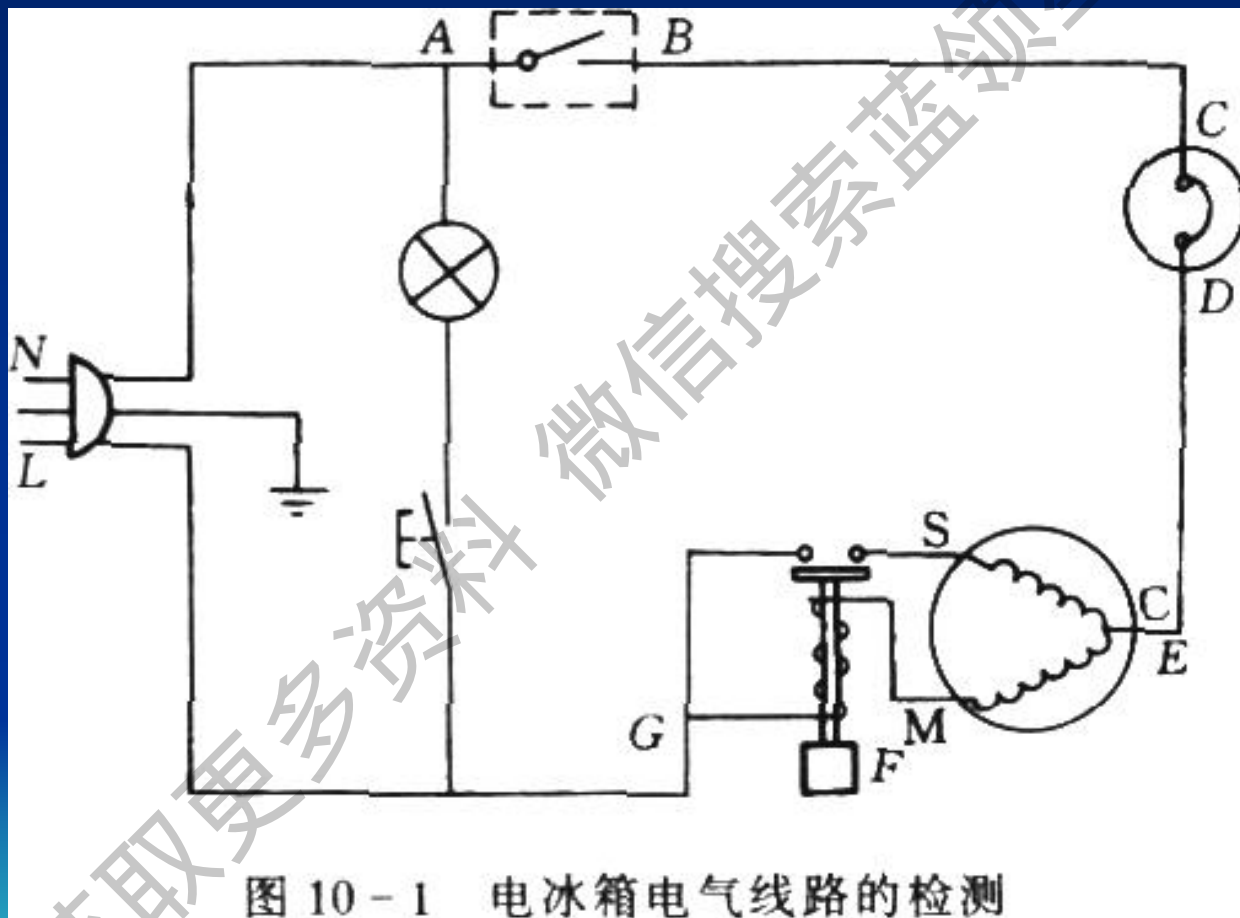

图 10 - 1 电冰箱电气线路的检测
我们以图10—1所示的电冰箱电路图为例，来说明检测的方法。
① 压缩机三个接线端：多为阻抗分相式电机或电容分相式电机。电机的三根引出线为：公共端C；运行绕组引出线M；起动绕组引出线S(图10—2)。
② 绕组电阻规律：其运行绕组的线径较粗，直流电阻较小；而起动绕组的线径较细，直流电阻较大。一般有：
- ① 绕组断路检测：用万用电表直流电阻档($R \times 1$ 档)测三个接线端。如某两端之间的电阻为无穷大，则表明电机绕组已断路。对于采用内埋式保护继电器的压缩机，保护继电器电触点接触不良，也会得到这个检测结果。发现这类故障，一般只能更换压缩机。
- ② 绕组短路检测：如测得某两端直流电阻为零或阻值极小(远小于正常值)，则表明电机绕组出现短路。产生匝间短路的原因，主要是绕组受潮、漆包线质量不好、过负荷运转等。如严重短路，则通电后不但不运转，还会使电源保险丝熔断。如少量匝间短路，则通电后，由于电流较大，不一会便会使保护继电器动作，切断电机的电源。可用钳形表测一下运转电流值，帮助确定是否存在匝间短路。
- ③ 绕组漏电检测：全封闭式压缩机漏电原因有，漆包线受潮、磨损而使其绝缘破坏且与铁心相碰等。绕组通地时，会使电冰箱通电后其金属外壳带电。用万用电表电阻档($\times 1k$)检查时，一根测试表棒与电机三个接线端中的任一个接触，另一根测试表棒与压缩机的金属外壳接触。正常时，电阻值应为无穷大。如电阻为零或有明显的直流电阻值，都说明已产生漏电故障。这种压缩机是不能通电的，只能更换。
- ④ 绕组绝缘性能检测：但是用万用电表测得电机绕组与外壳之间的电阻为无穷大，并不能表明压缩机的绝缘一定是好的。测绕组与外壳之间的绝缘电阻应该用兆欧表(即摇表)。测量方法是：将兆欧表的两根接线，一根接在压缩机的三个接线端中的某一个上，另一根线接在压缩机的金属外壳上(图10—3)。然后以 $120r / min$ 的转速匀速摇动兆欧表的手柄，绕组与外壳之间的绝缘电阻正常时应在 $2M\Omega$ 以上。如小于 $1M\Omega$ ，则表明压缩机电机绕组与铁心之间的绝缘物质的绝缘性能已下降。